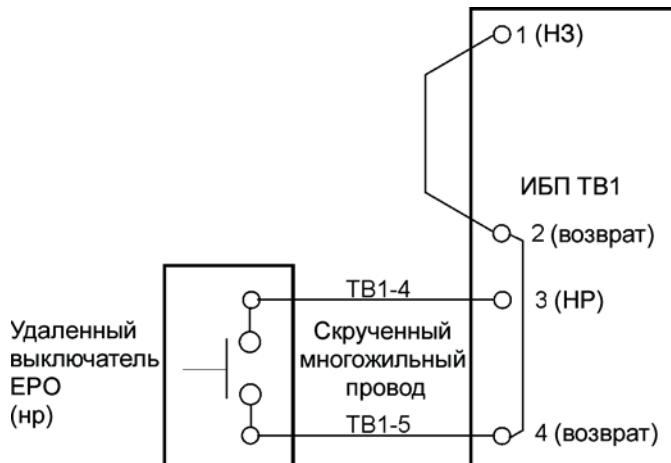

Рис. 4-29. Проводка нормально-разомкнутого удаленного выключателя EPO
9. Проложите и подключите проводку как показано на Табл. 4-2 и Рис. 4-29.